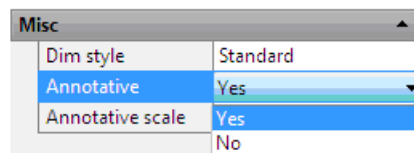

Рис. 4.8. Пункт анотованості панелі властивостей
Для надання анотованості примітиву слід застосувати анотований стиль (тексту, розміру і т.д.). Стиль вважається анотованим, коли в його властивостях вказаний відповідний пункт (рис. 4.8).
*Примітка. В механічній версії з стрічки панель анотованості прибрана, бо вважається, що за вимогами номативних документів в креслену не може змінюватися масштаб. Залишено тільки пункти в панелі властивостей (рис. 4.8.)*